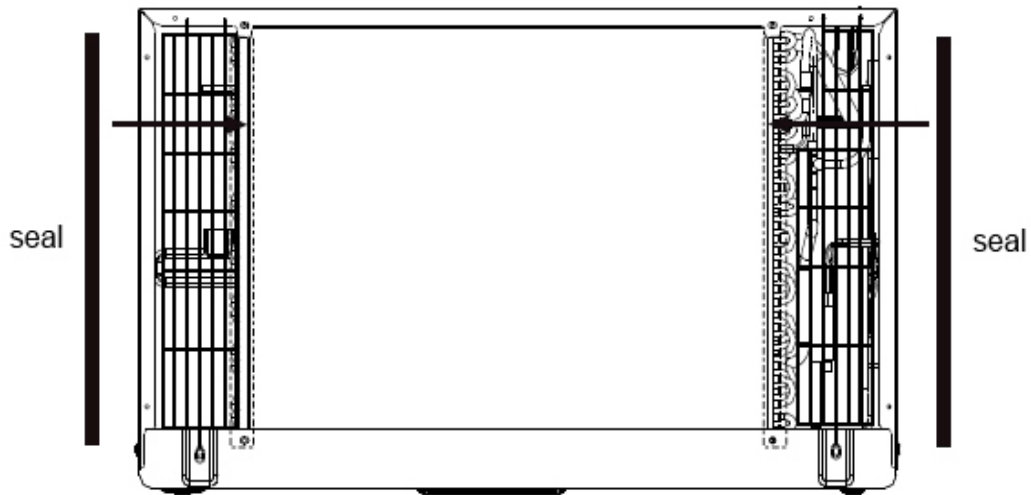

Fig. 1
1. Coloque 2 piezas de junta (1" x 3/8" x 14") como se muestra en la Fig. 1.